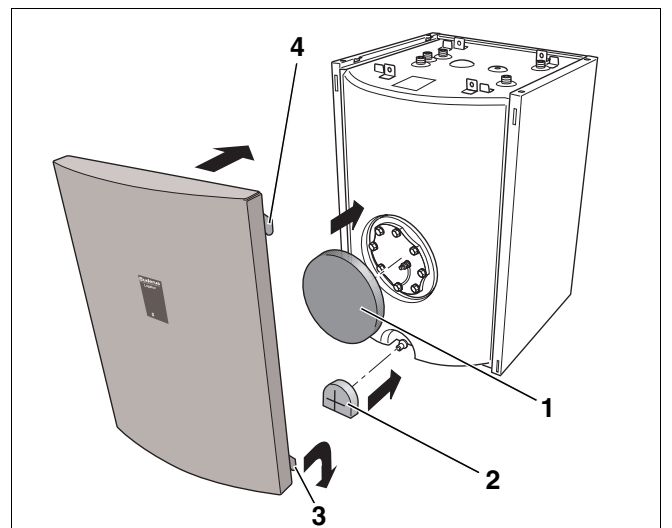

Abb. 18 Wärmeschutz und Vorderwand montieren
- Wärmeschutzscheibe (Abb. 18, **Pos. 1**) vor dem Handlochdeckel einsetzen.
- Wärmeschutzteil (Abb. 18, **Pos. 2**) am Entleerungshahn einsetzen.
- Vorderwand mit den unteren Haken (Abb. 18, **Pos. 3**) in die Schlitze der Seitenwände einhängen.
- Vorderwand oben an den Warmwasserspeicher andrücken und die oberen Haken (Abb. 18, **Pos. 4**) in die Schlitze der Seitenwände einhängen.